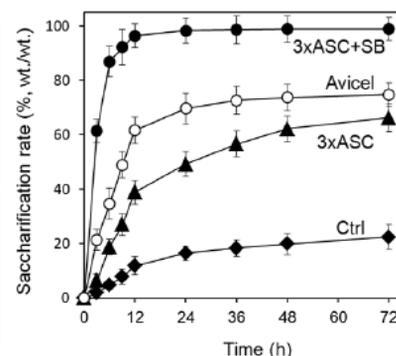

図4 稲藁の酵素糖化に対する前処理の効果 Ctrl：無処理、3xASC：3回ASC処理、Avicel：脚注参照、3xASC+SB：3回ASC+SB処理
- ▶ 開発した亜塩素酸・重曹法により、稲藁のリグニンを88%除去することが可能となり、工業用セルラーゼによる50°C、12時間での糖化の場合、無処理稲藁の糖化率20%に対して、96%の糖化率を達成した（図4）。